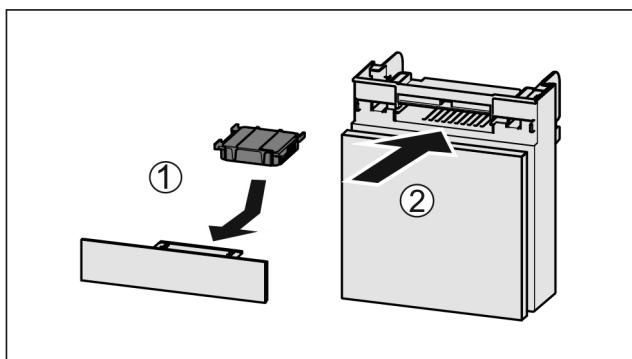

Fig. 145
- Поставете Fig. 145 (1) филтъра с активен въглен, както е показано на фигурата.
- Вкарайте Fig. 145 (2) отделението.